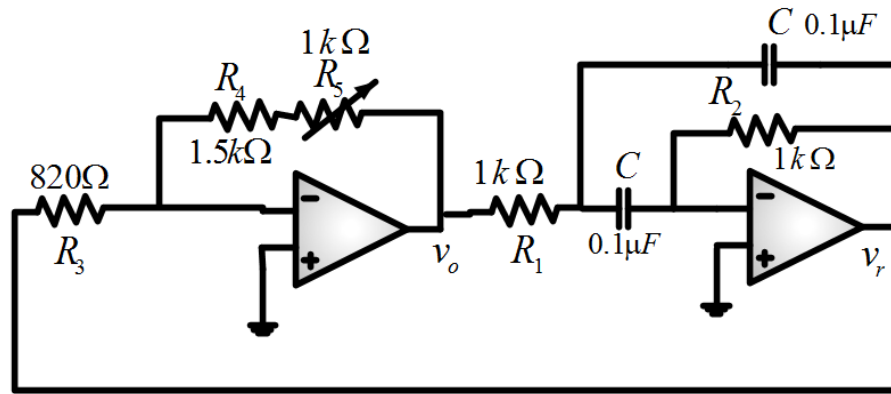

Fig.8 : Oscillateur à filtre passe bande
7. Réaliser le montage de la figure 8 :